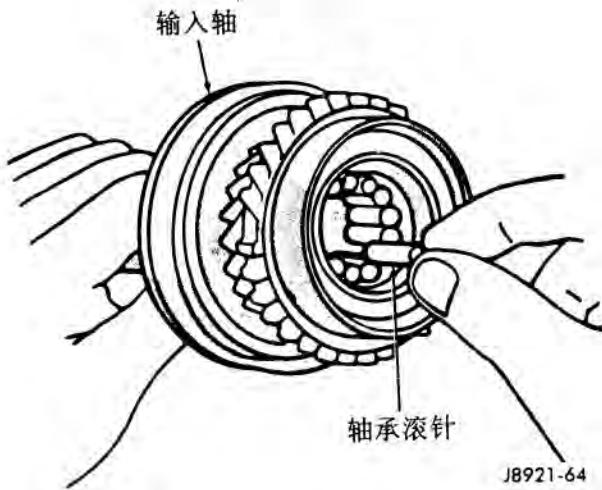

图 64 安装输入轴轴承滚针
(18) 用凡士林润滑输入轴轴承滚针并把滚针安装到轴上 (图 64)。